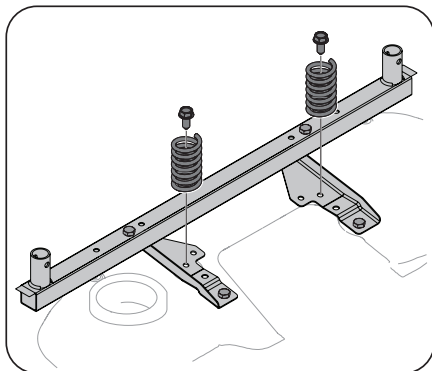

Figura 3-6
- Reinstale los resortes del asiento y equipo que fueron removidas antes en el procedimiento como se muestra en la Figura 3-6.